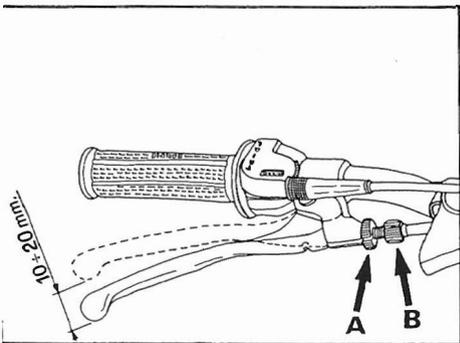

Fig. 18 - Comando freno anteriore.
- Sbloccare la ghiera A ed avvitare il regolafilo B Fig. 18 nel senso orario se si vuole aumentare il gioco della leva freno, ruotarla invece in senso anti-orario se si vuole diminuire. Terminata l'operazione infilare nuovamente sul registro tendicavo la copertina di protezione.